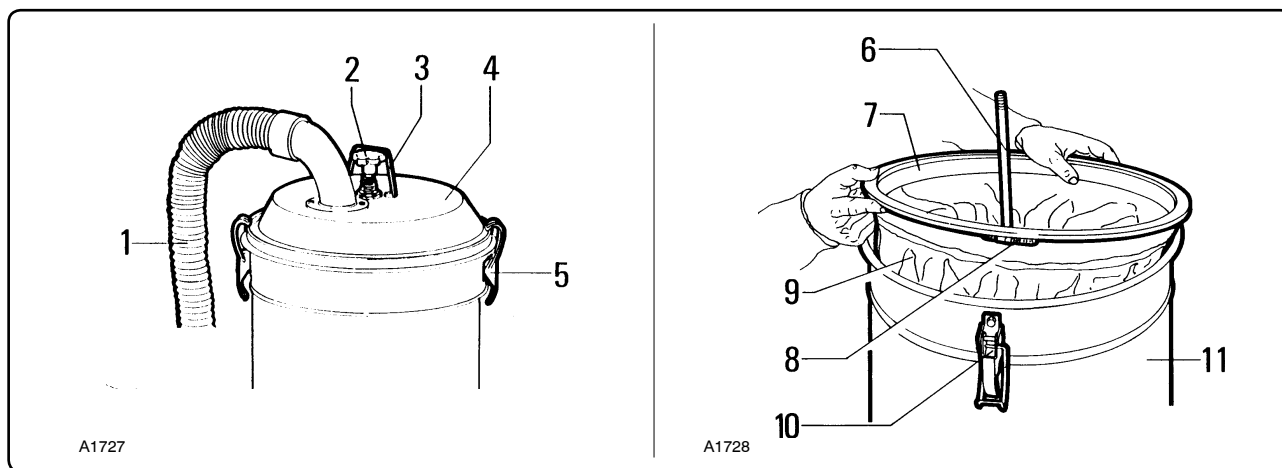

Рис. 7.5.1
- Установите фильтр в фильтровальную камеру «11» (рис. 7.5.1), затем установите крышку «4» и закрепите ее двумя крюками «5».